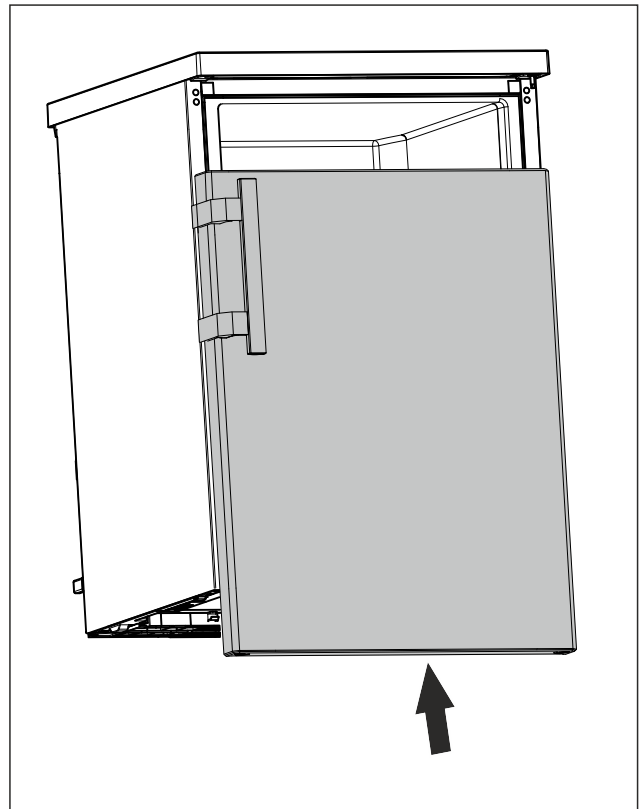

Fig. 23
- ▶ Nustumkite uždarytas duris ant viršutinio kaiščio. (žr. Fig. 23)